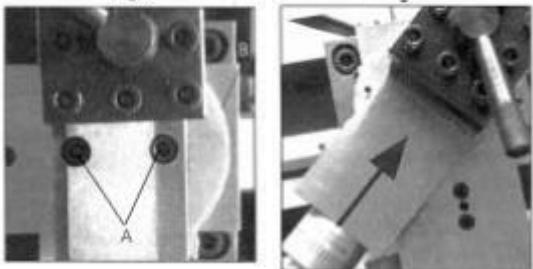

Рис.8
Точение конусов требует задействования верхней каретки, которая установлена на поперечном суппорте и настроена на прямой угол для всех обычных операций. Это отображается на нулевой отметке, на корпусе поперечного суппорта. Чтобы настроить крестовой суппорт таким образом, чтобы режущий инструмент мог проточить конус, сначала переместите суппорт, пока не откроются два винта с внутрь шестигранником (A), как показано на рис. 8.
Конус обрабатывается при помощи соответствующей настройки поперечного суппорта, а затем при использовании ручки подачи крестового суппорта, чтобы подать режущий инструмент в направлении стрелки, как показано на рис. 8.